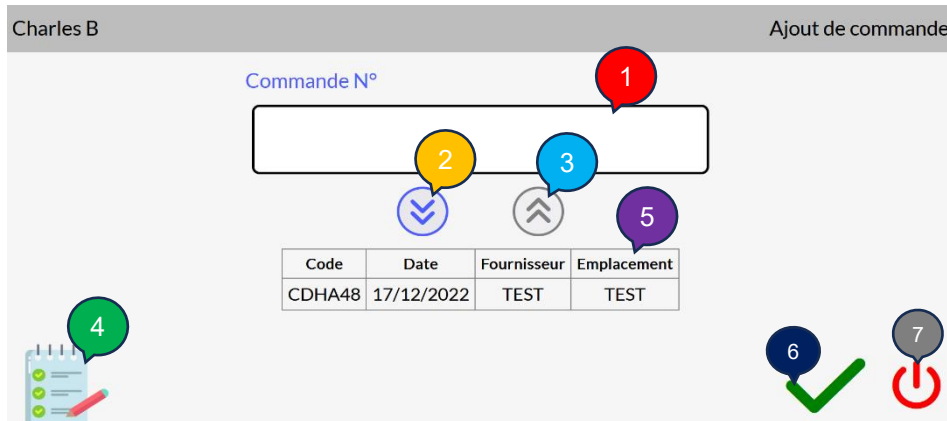

Figure 5 - Écran d'ajout de commande
- 1** : Bouton d'un de vos ateliers qui vous mènera à l'écran d'ajout de commande (voir Figure 5 p9).
1 : Bouton de retour qui vous ramènera l'écran d'ajout de commande (voir Figure 5 p9)
4 : Bouton de retour qui vous ramènera vers l'écran d'ajout de commande (voir Figure 5 p9).
13 : Bouton de retour qui vous demandera si vous voulez annuler votre saisie. Si vous répondez oui alors il vous ramènera à l'écran d'ajout de commande (voir Figure 5 p9).